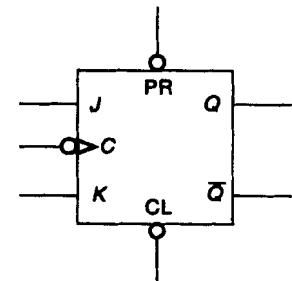
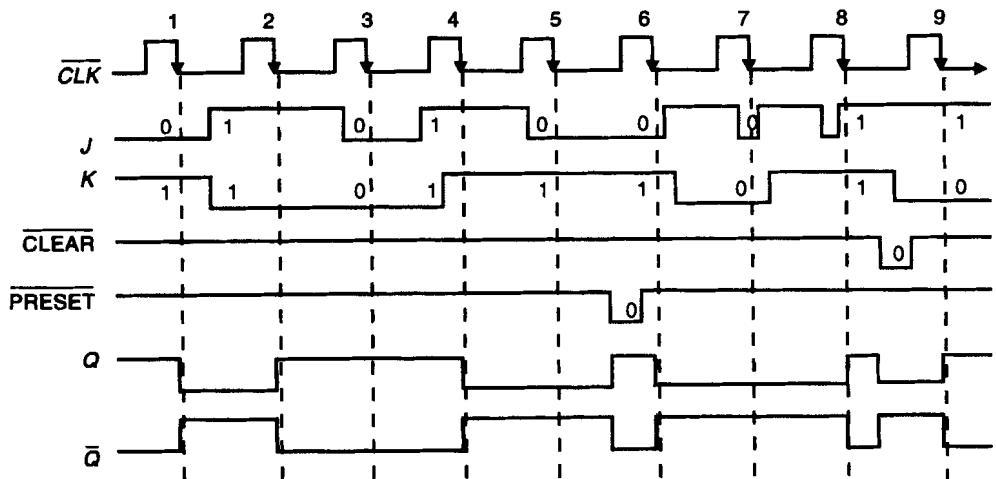

FIGURA 8-4 Flip-flop JK
FIGURA 8-5 Formas de onda de salida para un flip-flop JK
El flip-flop *JK* es una clase especial de flip-flop maestro-esclavo. La figura 8-4 muestra un flip-flop *JK* construido con compuertas NAND, el símbolo lógico utilizado para un flip-flop *JK* disparado por flanco negativo y la tabla de verdad del mismo.
La figura 8-5 muestra las formas de onda para las salidas *Q* y \bar{Q} de un flip-flop *JK* disparado por flanco negativo para un conjunto dado de formas de onda en las entradas *J*, *K*, *CLEAR* y *RESET*. Nótese que excepto cuando *CLEAR* y *RESET* se vuelven activos, las salidas *Q* y \bar{Q} no cambian de estado salvo durante el flanco descendente de la señal CLK (reloj). El valor de las salidas *Q* y \bar{Q} está determinado por el valor de las entradas *J* y *K* antes de que ocurra el flanco descendente de la entrada CLK al flip-flop. Las salidas siguen la tabla de verdad de la figura 8-4.
3. ¿Cuál es el estado de las salidas *Q* y \bar{Q} del flip-flop de la figura 8-4 si *CLEAR* es BAJO y *RESET* ALTO?
14. ¿Qué valores tendrían que aplicarse a las entradas del flip-flop de la figura 8-4 para que Q y \bar{Q} sean ambas ALTO? [1,2]